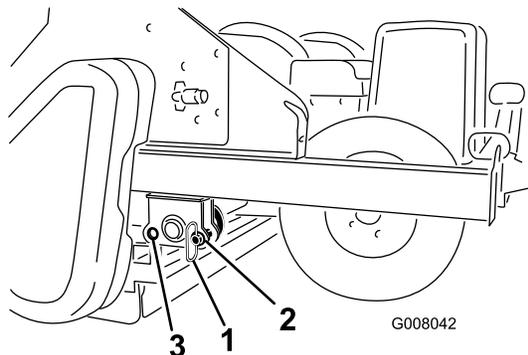

Bild 15
- Nehmen Sie die Parkstifte beim Betrieb aus dem vorderen Loch und stecken sie in das hintere Loch (Bild 15).